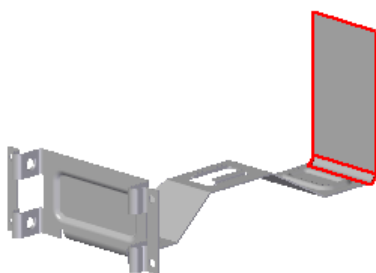
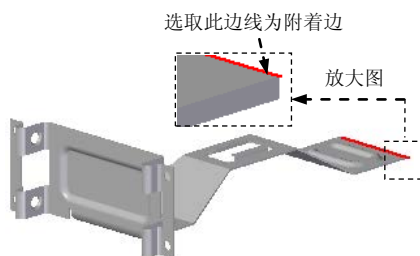

图 8.11.59 弯边特征 14
图 8.11.60 定义附着边
Step28. 创建图 8.11.59 所示的弯边特征 14。
(1) 选择命令。单击“主页”功能选项卡“钣金”工具栏中的“弯边”按钮 。
(2) 定义附着边。选取图 8.11.60 所示的模型边线为附着边。
(3) 定义弯边类型。在命令条中单击“完全宽度”按钮 ；在 **距离** 文本框中输入值 90，在 **角度** 文本框中输入值 90，单击“内部尺寸标注”按钮  和“材料外侧”按钮 ；调整弯边侧方向如图 8.11.59 所示的位置。